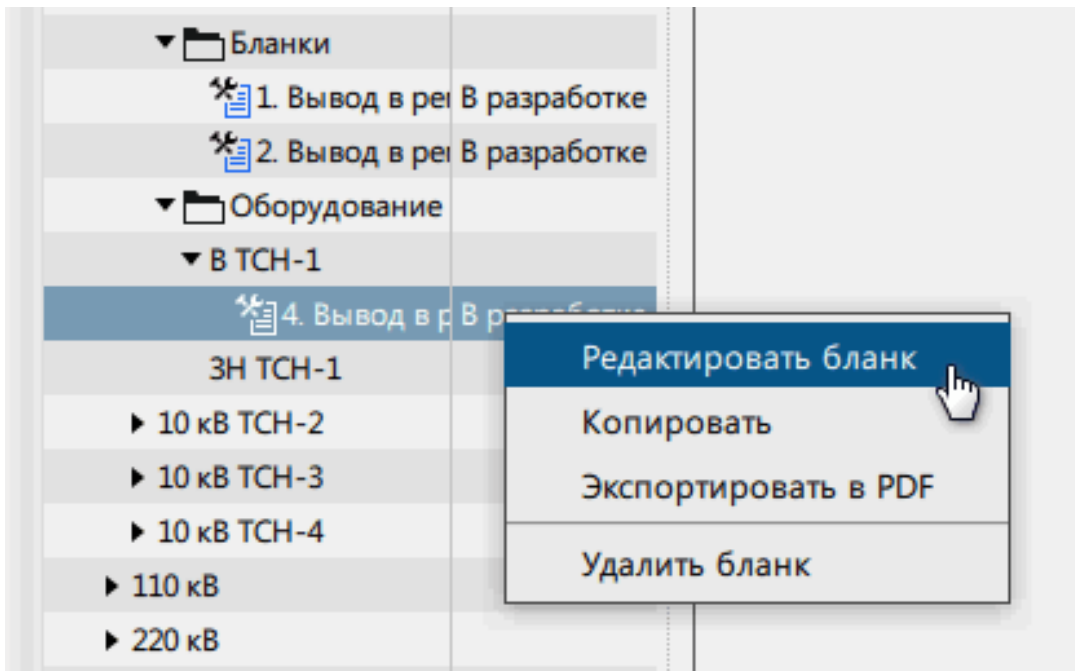

Рисунок 127 - Редактировать бланк
4. Нажмите по созданному бланку *ПКМ* и выберите команду **Редактировать бланк** (Рисунок 127). Статус бланка перейдет в состояние «Редактируется».